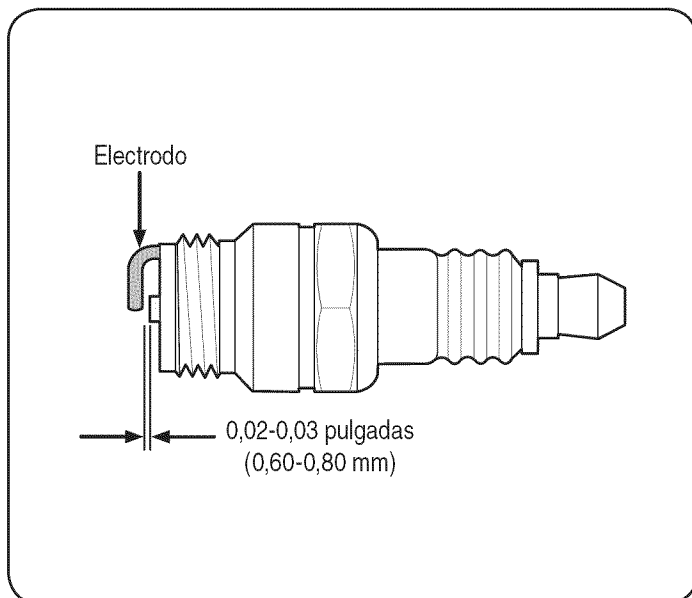

Figura 13
3. Mida la separación de bujía con un calibrador. Realice los ajustes necesarios torciendo el electrodo lateral, Figura 13. La separación debe ajustarse en 0,02-0,03 pulgadas (0,60-0,80 mm).